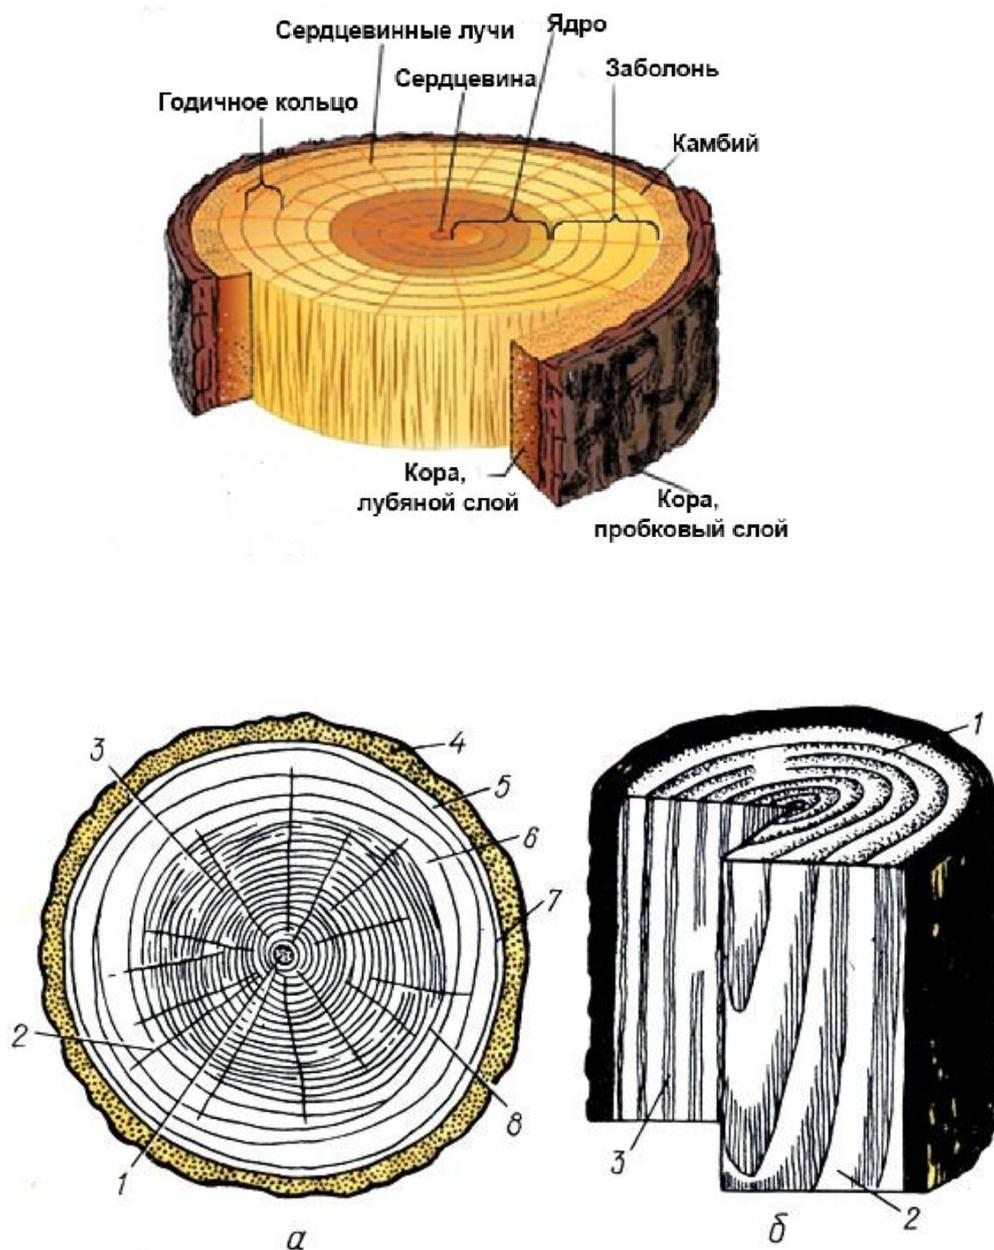

Рисунок 1. Строение древесины:
- части ствола дерева на поперечном разрезе (рис.1а);